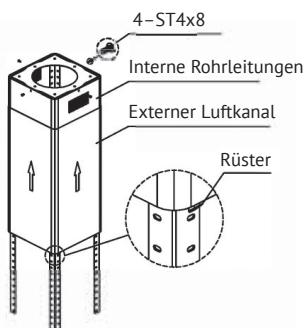

Abb. 3
3. Befestigen Sie das Innenrohr an den Aufhängungsträgern, befestigen Sie das Außenrohr an der entsprechenden Stelle und setzen Sie die Schelle ein, um das Außenrohr vorübergehend zu befestigen. Siehe Abbildung 3.